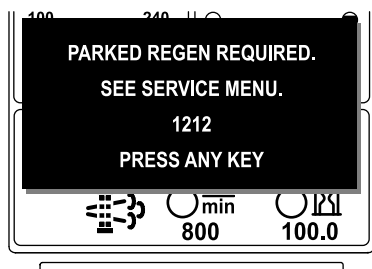

Figura 49
- Parked regeneration required (Es necesaria una regeneración con la máquina aparcada) ADVISORY #1212 (Aviso n.º 188) (Figura 49)